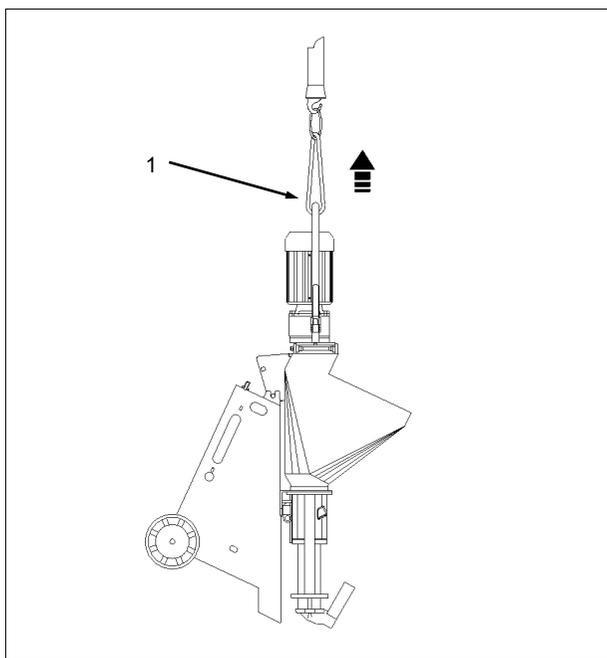
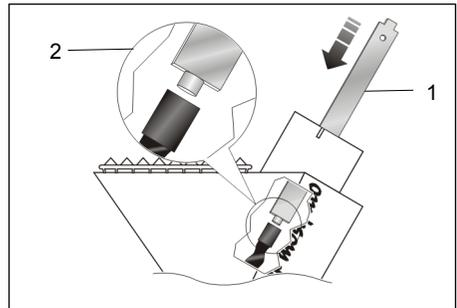

FIG.12 (Sollevamento della macchina)
FIG.16 (Inserimento dell'asta nel rotore)
- 3) Effettuare l'attacco di corde, catene, funi e/o brache ganci e/o moschettoni nella parte superiore della flangia di protezione motoriduttore(**FIG.12-Rif.1**) e contrassegnati da una opportuna segnaletica (par.6.3);
- 5) Inserire manualmente il rotore (FIG.16-Rif.2), attraverso la camera di miscelazione, nello statore e centrarlo sulla cavità dello stesso;
- 6) Inserire manualmente l'asta (FIG.16-Rif.1) nella camera di miscelazione e innestarla nella cavità radiale del rotore (FIG.12-Rif.2);